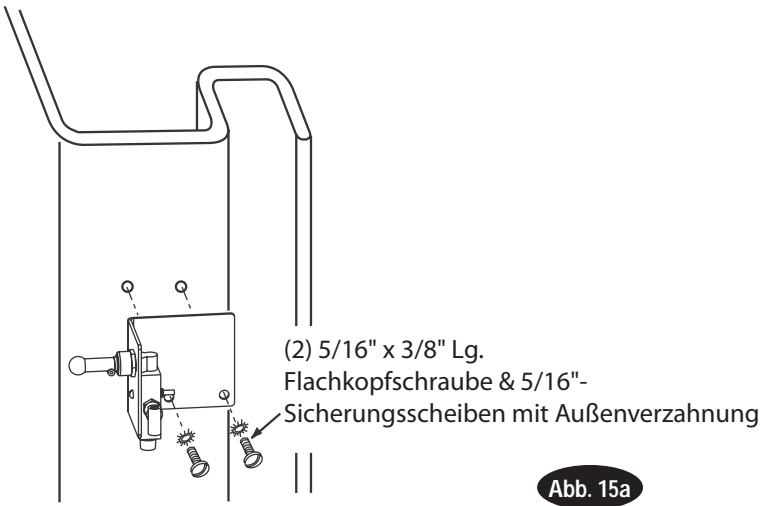

Abb. 15a
- F) Absenkschalter und Halterung mit (2) 5/16" -18NC x 3/8" lg. Flachkopfschrauben an der Säule anbringen, Abb. 15a.